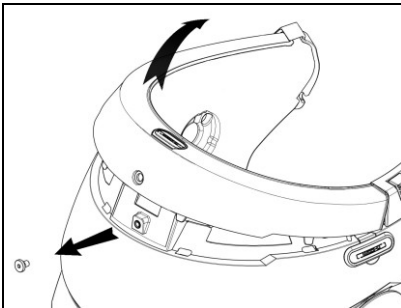

Fig. 4
- Extraer el perno de la guarnición en el borde del casco utilizando la llave correspondiente (Fig. 4).
- Extraer completamente la guarnición como aparece en la Fig. 4, quitar también el relleno de confort.